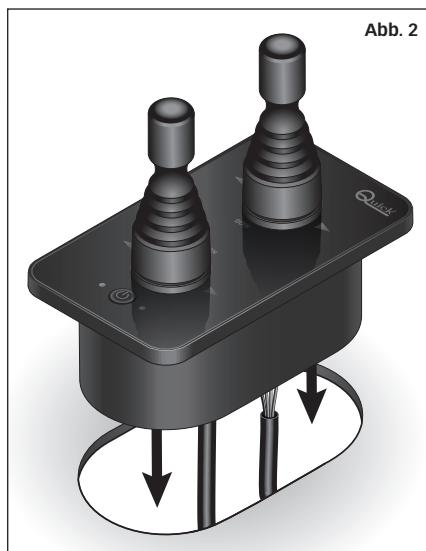

Abb. 2
- (Abb. 2) Die Steuerung in die Bohrung einsetzen und andrücken, damit es gut an der Oberfläche zum Anhaften kommt